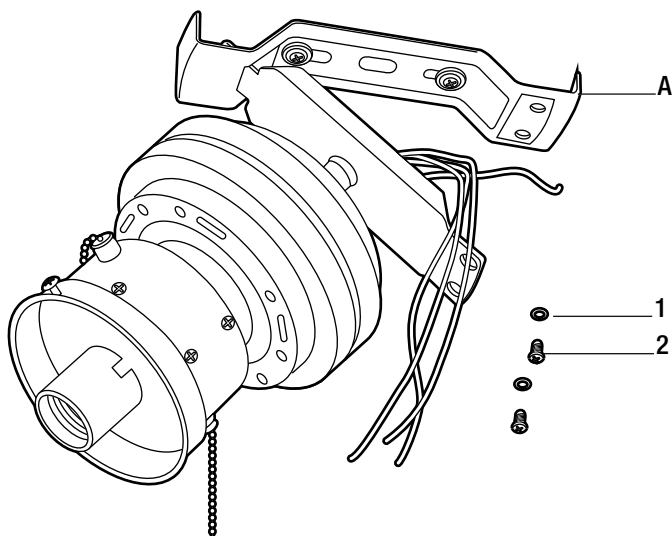

Figura 9
- Haga coincidir los tres agujeros en los dos extremos de la barra de soporte (A) con tres tornillos del colgador. Asegure el ensamble del ventilador sobre la barra de soporte (A) usando los tornillos preensamblados (1) y arandelas (2) (Figura 9 y 10).